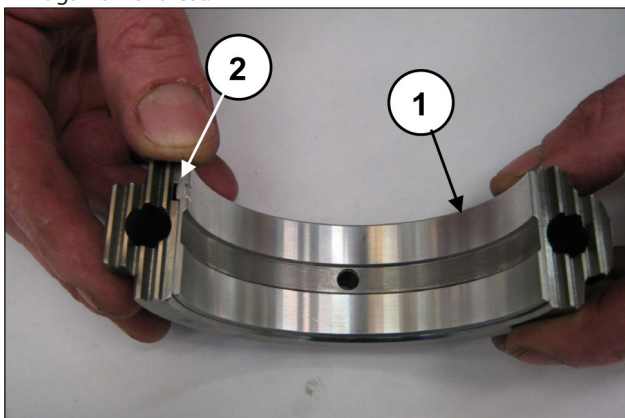
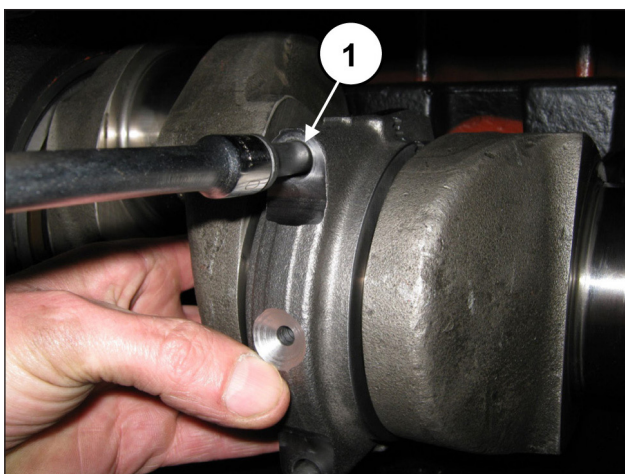

Abb. 69
Abb. 70
Montieren Sie die unteren Lagerschalen an die Pleueldeckel (Pos. ①, Abb. 69) und vergewissern Sie sich dabei, dass die Bezugsmarkierung der Lagerschalen in der entsprechenden Aufnahme am Deckel zu liegen kommt (Pos. ②, Abb. 69). Befestigen Sie die Pleueldeckel mit den Schrauben (M10x1,5x80, Pos. ①, Abb. 70) an Pleuelhälften.